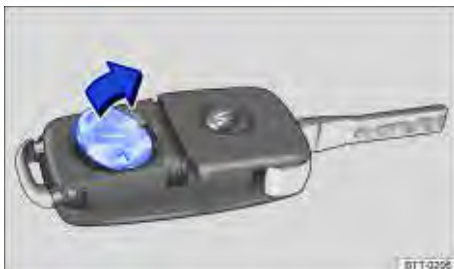

Fig. 24 Chave com comando remoto: remover a bateria.
- Remover a bateria do alojamento da bateria com uma ferramenta adequada ⇒ Fig. 24.
- Posicionar a nova bateria conforme indicado ⇒ Fig. 24 e pressionar no sentido contrário ao da seta para dentro do alojamento da bateria ⇒ .